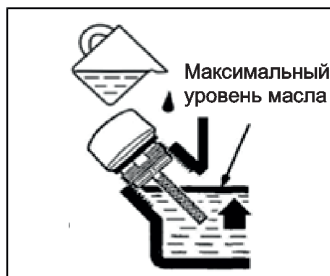

Рис. 20
6. Установите генератор на горизонтальной поверхности и залейте новое моторное масло рекомендованное производителем до нижней кромки маслозаливной горловины (Рис. 20)